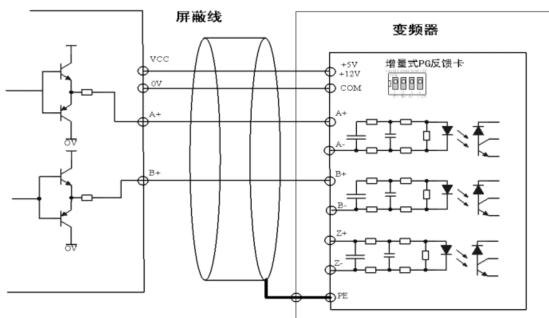
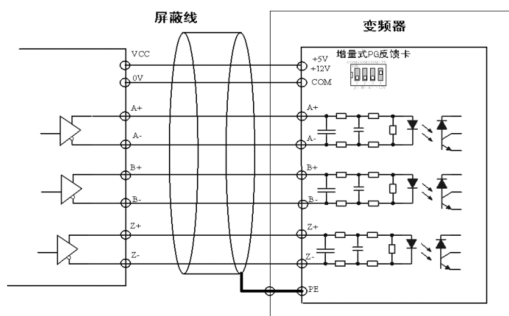
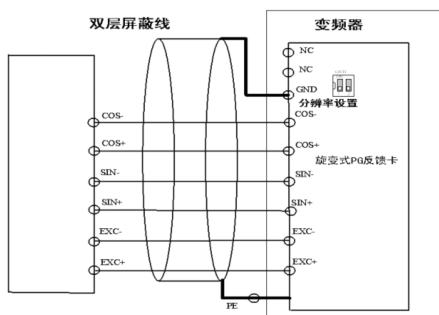

图4.24 推挽式输出编码器接线图
图4.25 差分输出编码器接线图
图4.26 旋变输出编码器接线图
(2) 编码器信号线的连接方式,要与PG的型号相对应。电压型输出、推挽式输出、差分输出和旋变输出编码器的接线图,分别为如图4.24、图4.25、图4.26和4.27所示。